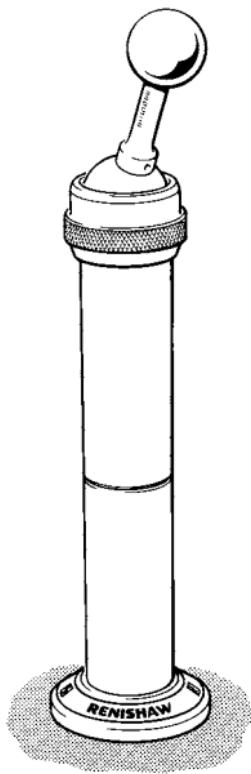

Figure 9 - Sphère de référence universelle
8.3 Sphère de référence universelle (Voir la Figure 9)